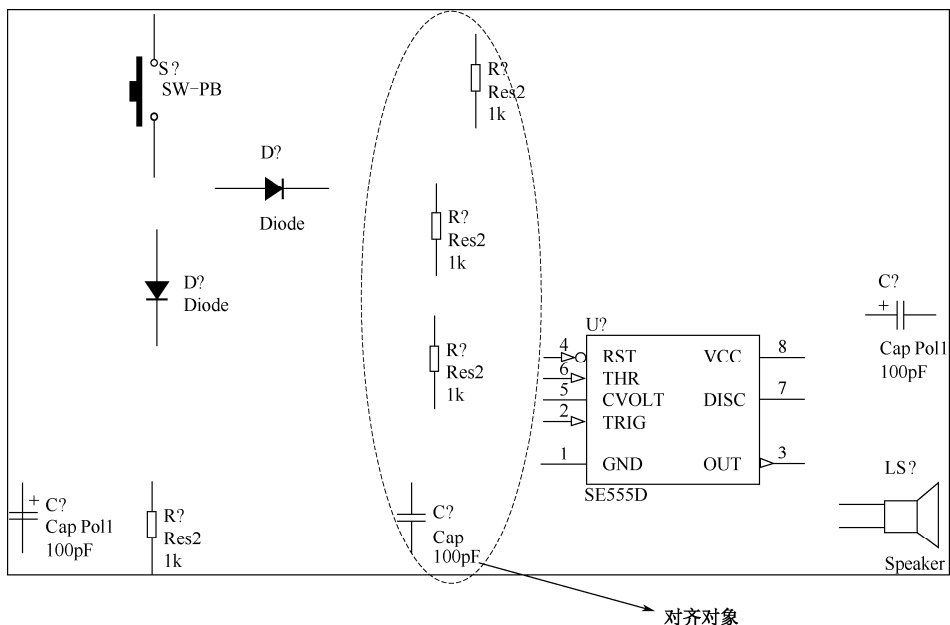

图 2.2.8 元件 SE555D 放置完成的电路图
(3)由于元件 SE555D 包含在元件库 TI Analog Timer Circuit.IntLib 中,所以先在元件库列表中选择 TI Analog Timer Circuit.IntLib 作为当前元件库,然后在其下的元件列表框中找到元件 SE555D,双击后移动到图纸上,在合适的位置放置,放置完元件的电路图如图 2.2.8 所示。
(2) 元件的对齐：本操作中，需要对图 2.2.8 中所指示的 4 个对象进行纵向对齐操作。则先按住 Shift 键，然后依次选中 4 个对象。选中后，执行“Edit (编辑)”